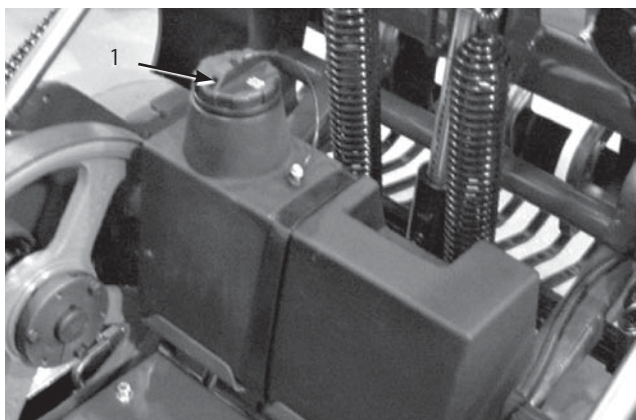

図14
3. 油圧タンク (図14) の補給口の周辺をきれいに拭く。給油口からキャップを取る。